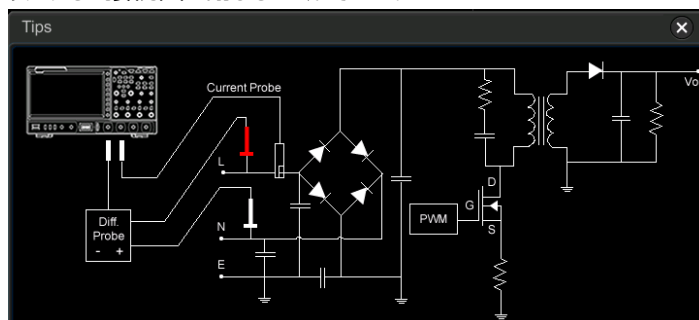

Figure 8-1 パワー・クオリティ解析の接続図
**Tips** を押すと画面にパワー・クオリティ解析の接続図が表示されます。Figure 8-1 の接続図にしたがって差動プローブと電流プローブを接続します。**Tips** を再度押す、あるいは接続図の右上の **✕** をタップすると接続図を閉じることができます。